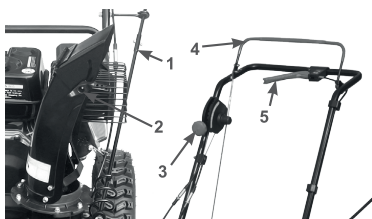

Рис.14
- Рычагом (1) Рис.14, установите требуемое направление выброса снега.
- Ослабьте гайки (2) Рис.14 и установите необходимый угол наклона козырька желоба. Затяните гайки.
- Рычагом (3) Рис.14 установите необходимую скорость движения.
- При нажатии на рычаг (4) Рис.14 включается движение снегоотбрасывателя.
- При нажатии на рычаг (5) включается вращение шнека.